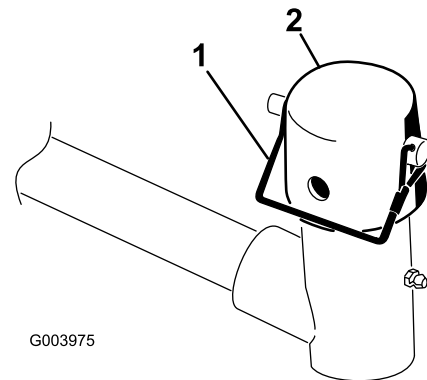

Рисунок 6
10. Прикрепите крышку и вал несущей рамы к вилке подъемного рычага с помощью фиксирующего штифта (Рисунок 6).